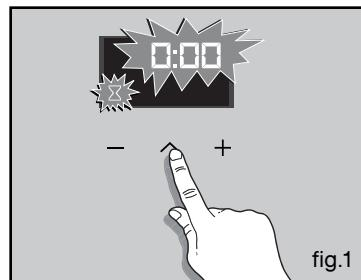

fig.1
- Pulse el mando “” (fig.1) hasta que